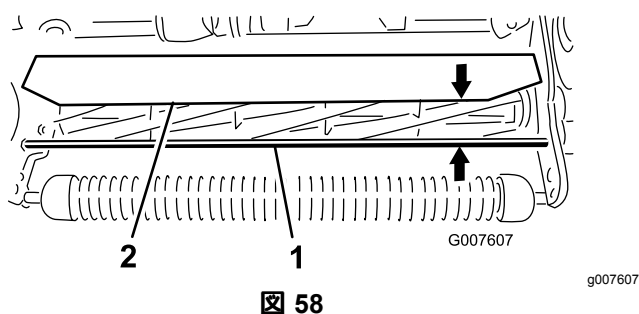

図 58
1. 前サポートロッドの上面からシールドの前リップまでの距離をカッティングユニットの両端で測定する 図 58。